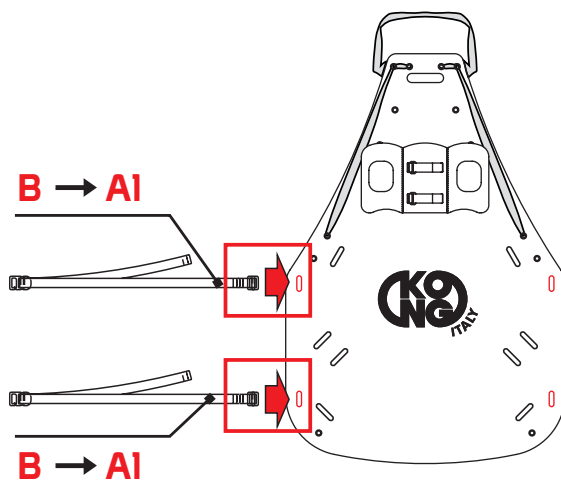

Fig.9
- inserire le fettucce (B) nelle asole A1 del piano di appoggio (fig. 9),